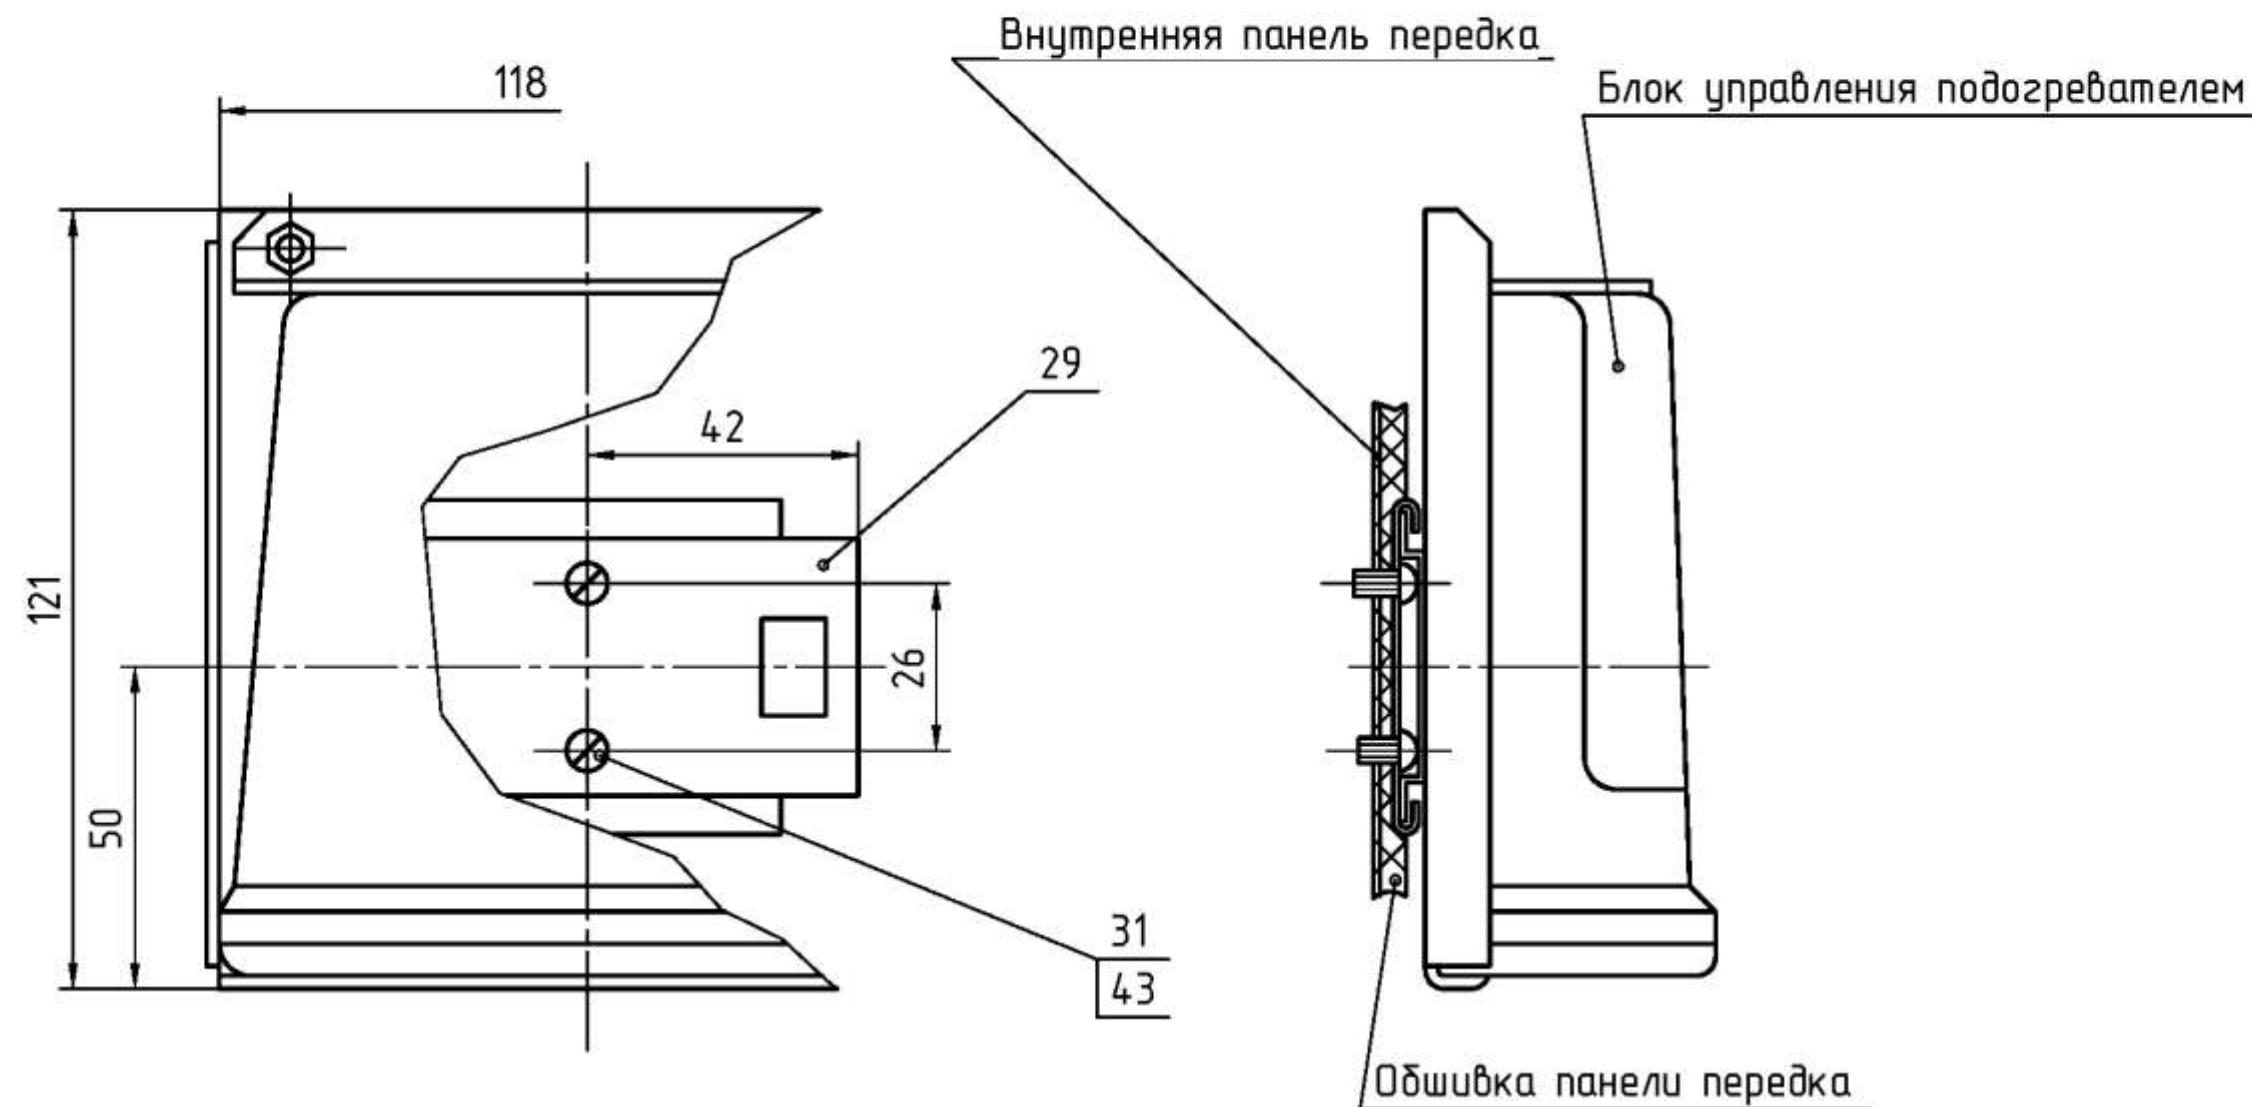

Рисунок8-Установка блока управления подогревателем.
3.4.2 Перед установкой блока управления (рисунок 8), выполнить отверстия во внутренней панели передка и обивки, для установки кронштейна поз.29, винтами поз. 31 на который фиксируется блок управления.